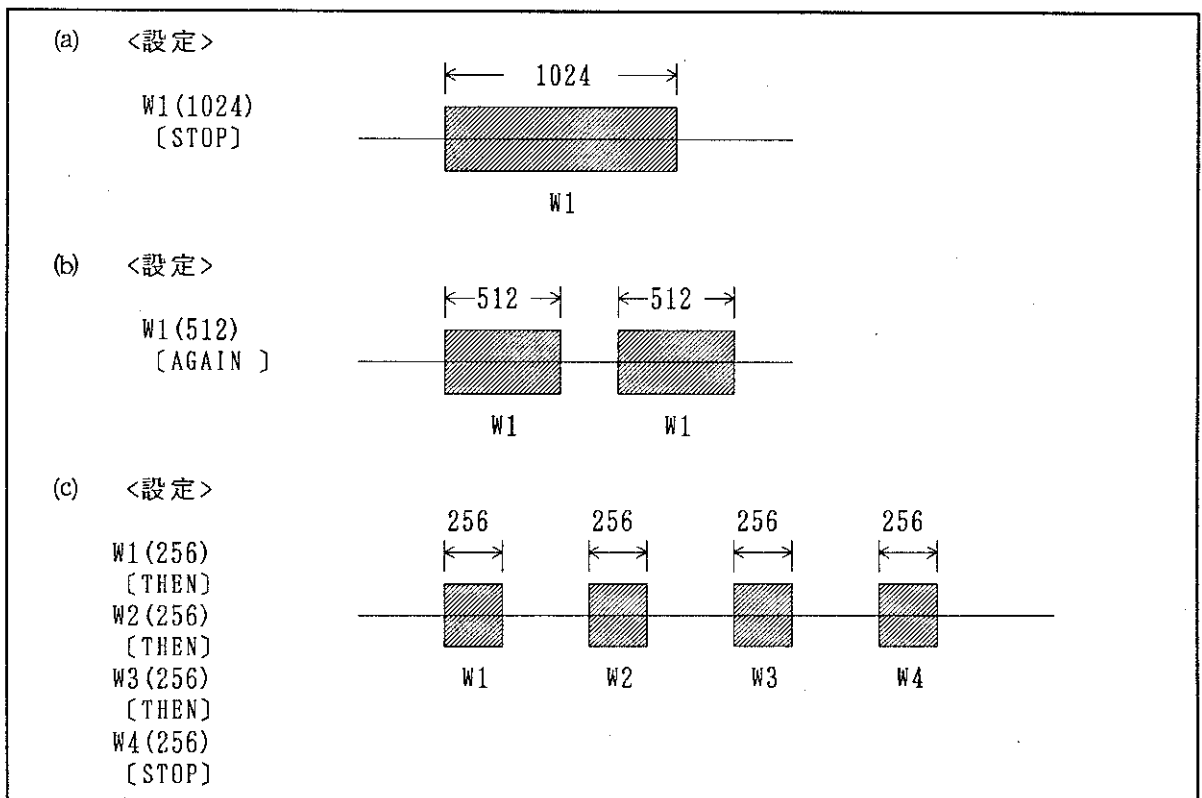

図3-10 トレース・ウィンドウ条件とトレース・ウィンドウ接続詞の組合せ例 (1/2)
トレース・ウィンドウ条件とトレース・ウィンドウ接続詞の組合せ例をいくつか説明します。(〔図3-10(a)~(f)参照〕)
- ・〔図3-10(a)〕
- ・〔図3-10(b)〕
- ・〔図3-10(c)〕
- ・〔図3-10(d)〕
- ・〔図3-10(e)〕
- ・〔図3-10(f)〕